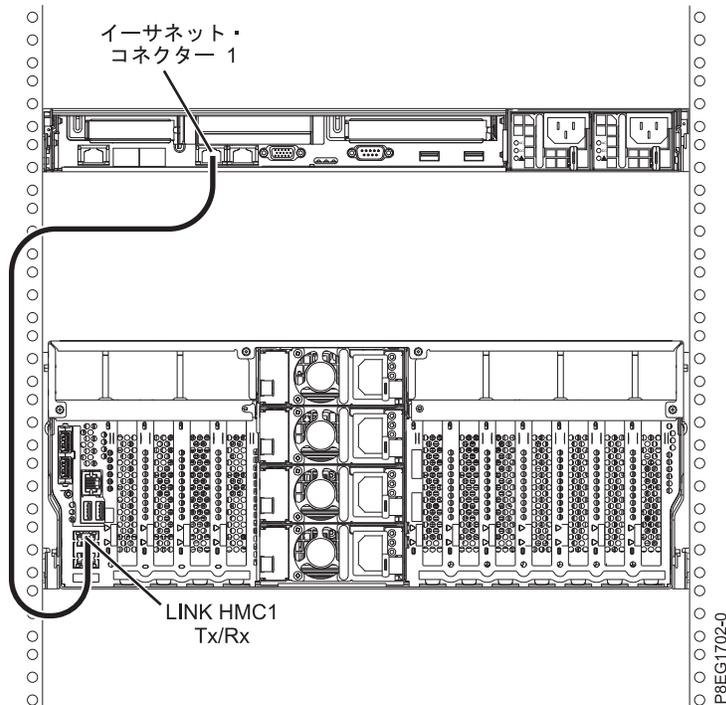

図 20. 管理対象システムへの HMC の取り付け
1. HMC を管理対象システムに直接接続する場合は、HMC のイーサネット・コネクタ 1 を管理対象システムの HMC1 ポートに接続します。30 ページの図 20 を参照してください。